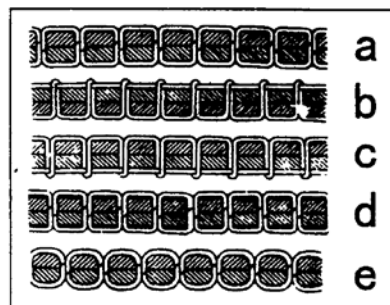

Рис. 15
15. Регулировка нитенаправителя и натяжения нити (рис. 15, 16)